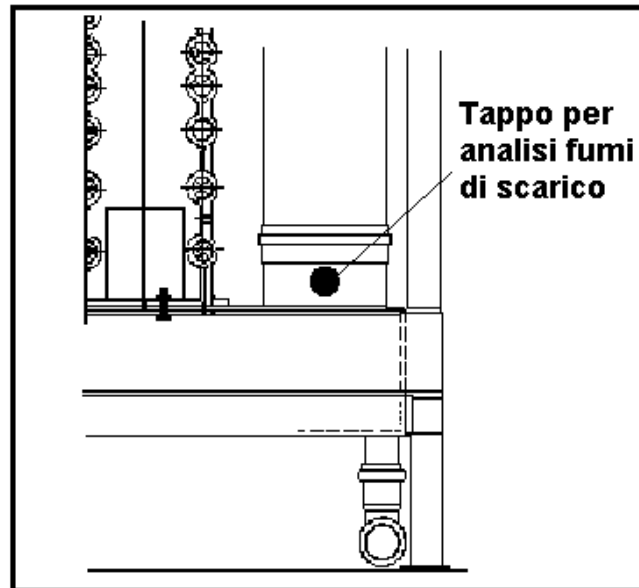

Fig. 11 Posizione tappo per analisi fumi di scarico
- Svitare il cappuccio di chiusura della presa per l'analisi dei fumi dal camino (vedi fig. 11).